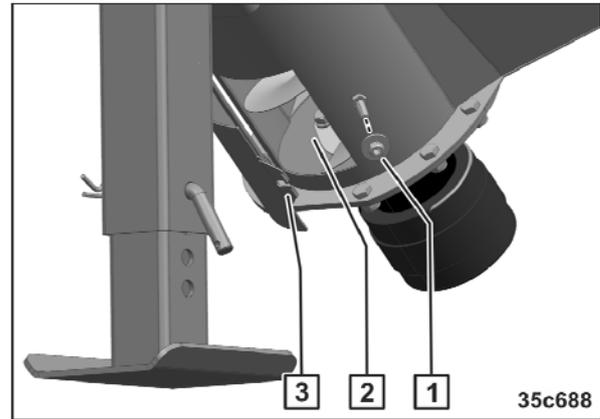

Fig. 249
2. Démonter l'écrou et la rondelle (Fig. 249/1).
3. Ouvrir le clapet (Fig. 249/3)